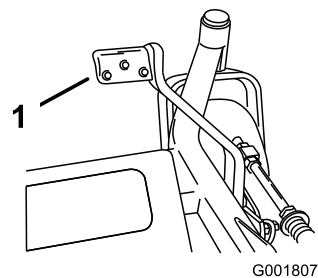

Figura 27
2. Presione la palanca de elevación asistida mientras tira hacia arriba de la palanca de ajuste de la altura de corte (Figura 27).